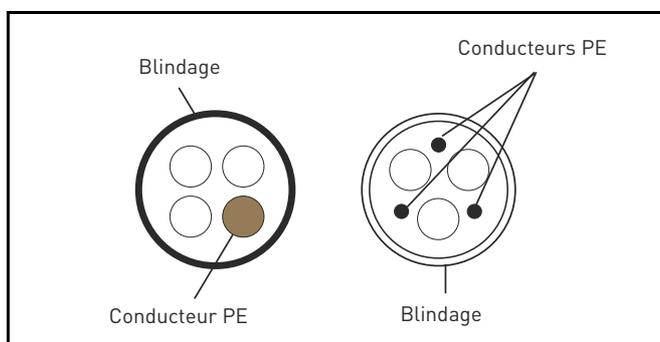

Figure 15.
- 2 = Câble d'alimentation symétrique avec fil coaxial de protection et conçu pour la tension secteur spécifique. (Modèle MCMK ou similaire recommandé.) Voir la Figure 15.
- 3 = Câble d'alimentation symétrique à blindage faible impédance compact et conçu pour la tension secteur spécifique. [Modèle MCCMK, EMCCK ou similaire recommandé ; impédance de transfert recommandée pour le câble (1...30 MHz) max. 100 mOhm/m]. Voir la Figure 15.